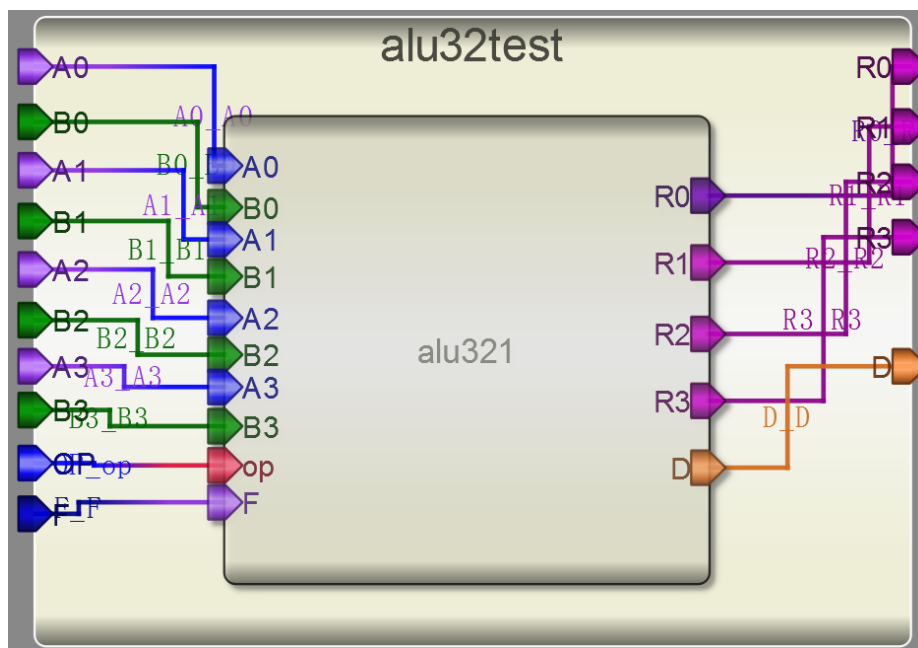

图 2-4-21 32 位 ALU 测试引脚连接
(5) 从 Toolbox 里面的 Current 栏找 alu32bit 模型，并添加到测试模块上。对应引脚相连。如图 2-4-21 所示。